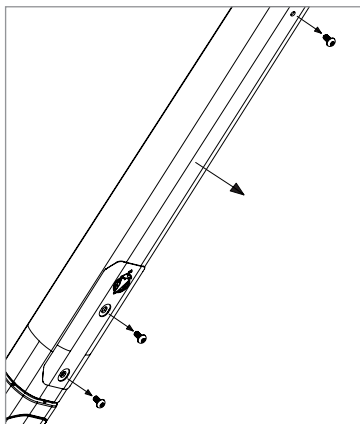

Figure 11
6. Après avoir débranché les câbles du système et les avoir déplacés, utilisez une clé de T25 torx pour retirer les vis de la partie inférieure du tube oblique (figure 11).